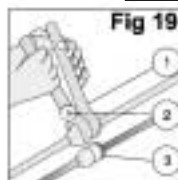

Fig. 19
- Preparare il doppino per il collegamento, così come si vede nella Fig. 19.
- Scollegare il resistore (5) dal doppino (3) collegato all'unità interna e poi collegare il doppino al connettore del doppino (6) fornito a corredo.
- Collegare alla morsettieria (9) dell'unità esterna l'altra estremità del doppino (6) a corredo.